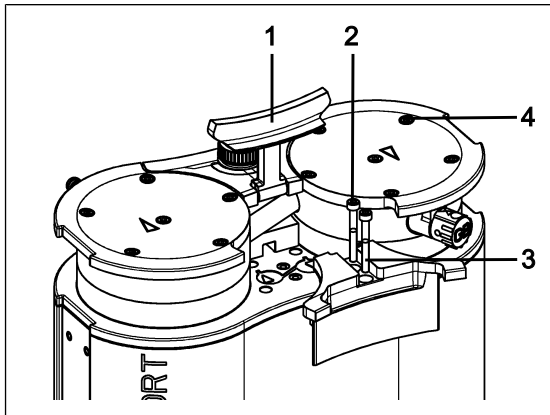

Fig.8: Desmontaje de la cubierta
1. Poner el asa (1/Fig. 8) en posición vertical.
2. Soltar los tornillos (2/Fig. 8) de la cubierta (3/Fig. 8).
3. Quitar la cubierta (3/Fig. 8).
4. Aflojar los tornillos con cabeza exteriores (4/Fig. 8).
1. Hacer una marca continua con un lápiz en la placa de presión (2), la tapa del cabezal (3) y la placa intermedia (6). Esto evita el montaje posterior incorrecto de las piezas.
2. Aflojar los tornillos exteriores (4/ Fig. 8) de los cabezales de la bomba.
1. Colocar las membranas (7) en posición central.
2. Presionar todo el borde alrededor de la membrana (7). Presionar la membrana (7) de un solo cabezal de la bomba.
3. Colocar la placa intermedia (6) con las placas de válvula/juntas (4) en el alojamiento según la marca hecha con el lápiz.
4. Colocar la tapa del cabezal (3) según el pasador (5) en la placa intermedia (6).
5. Colocar la placa de presión (2) sobre la tapa del cabezal según la marca del lápiz.
7. Apretar el tornillo (1) en el centro de la placa de presión (par de apriete: 1 Nm).
9. Insertar los cabezales de la bomba (compuestos por tapa del cabezal (3), placa intermedia (6) con placas de válvula/juntas (4) y placa de presión (2) junto con el tubo de conexión en la carcasa de la bomba siguiendo la marca hecha con el lápiz.
10. Montar la cubierta del asa (3/Fig. 8).
11. Apretar los tornillos (2/Fig. 8) de la cubierta del asa (3/Fig. 8) (par de apriete: 2 Nm).